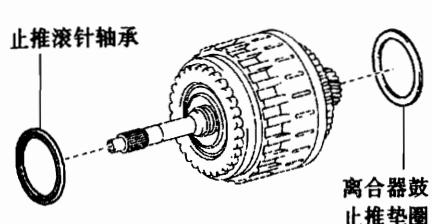

图 12-1-17
②如图 12-1-17 所示, 拆下离合器鼓止推垫圈和止推滚针轴承。